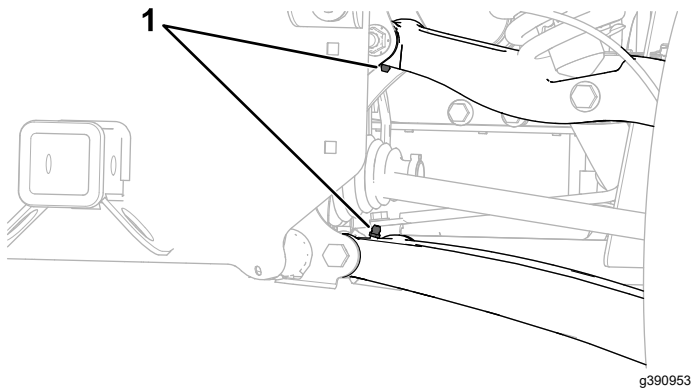

Figura 80
- **Pivotes de brazo de control traseros (4);** consulte la Figura 80